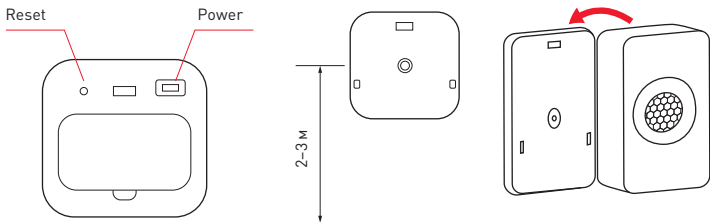

Рис. 1. Устройство и монтаж датчика движения TY-ZB-801-01-72-SUF
- 3.2. Расположите датчик движения в соответствии со схемой монтажа (рис. 1).